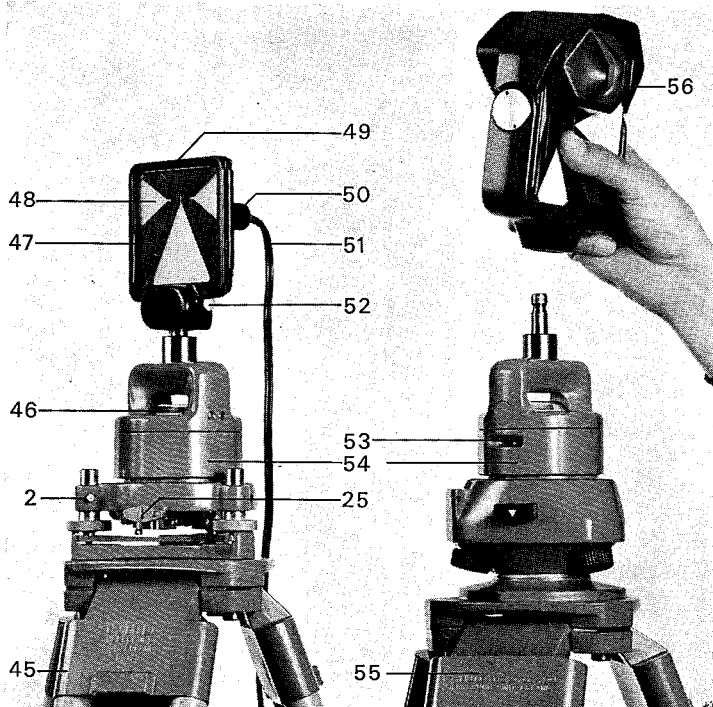
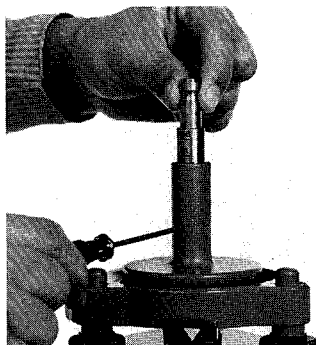

図16：強制致心。精密な標的のセットとディストマットの反射器。
図17：簡単な標的のセットの保持具 GRT 10
注意：簡単な標的セットには、平盤気泡管なしの保持具 GRT 10 を GZR 2 の代わりに使います。図17参照。
5.3 強制致心と標的セット (図16、図17)
簡単な標的のセットは、強制致心を都合よく行ないたい場合、また、トラバース測量のとき反復据え付けを避けたい場合に、使います。このセットは、平盤気泡管が付いていない保持具 GRT10に取り付けます。この標的のセットは、整準盤の丸形気泡管を使って整準させます。地標上で2mmまでに致心すればよい場合には、このセットで十分です。水平マーク④⑧を T2 の回転軸の高さに設定するには、GRT10を「T2の線」に設定して下さい (図17)。